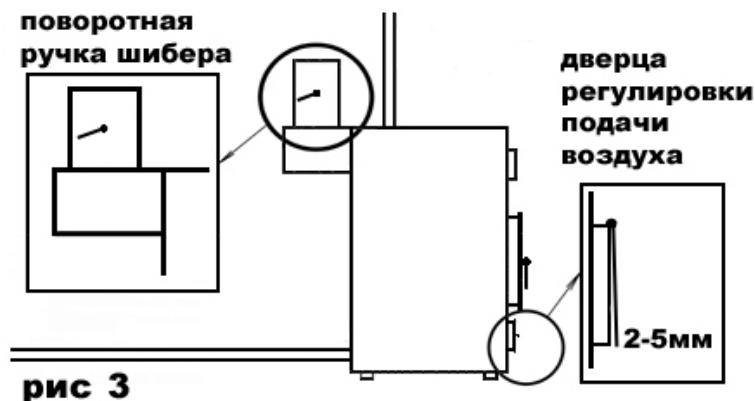

Рис. 3
9. – после того как воздух в отапливаемом помещении нагреется, прикройте дверцу регулировки подачи воздуха, оставив воздушный зазор примерно – 3-5мм (рис. 3), закройте на половину заслонку в дымоотводящем патрубке (если шибер шторный – то выдвинуть его до риски на шторке). Таким образом, будет обеспечена правильная работа котла и соответственно максимально эффективный, экономичный, комфортный режим работы, не требующий дополнительной регулировки, до тех пор, пока в топке не останется топлива менее десятой части от полной загрузки,
относительно вертикали (рис 1), буквально на 5-10 минут, пока не начнет тлеть вновь заложное топливо (чем влажнее топливо - тем дольше), после чего необходимо вернуть дверцу регулировки подачи воздуха в положение 3-5мм зазора (рис. 3),